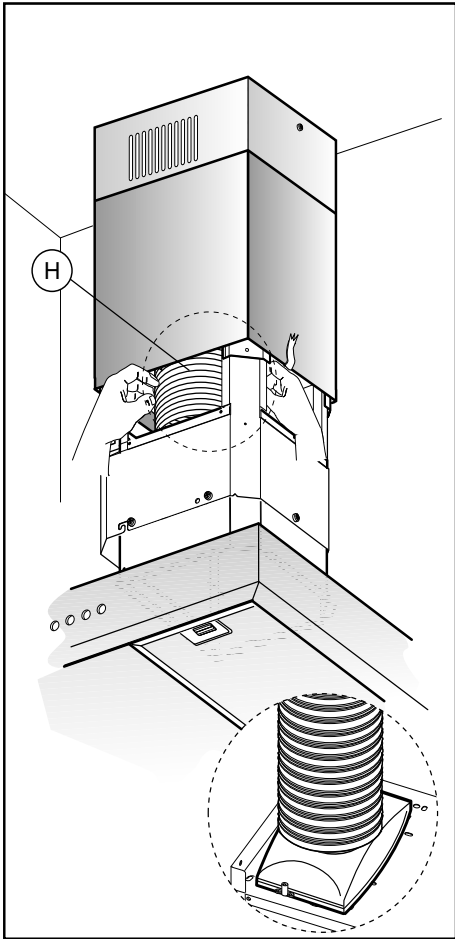

Fig.12
- Fastgør røret til udledning af luft **H** (ikke inklusiv) til pakningen **F** (fig. 12).